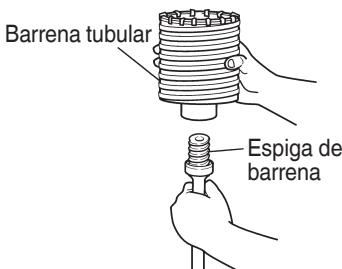

Fig. 16
### (1) Montar la barrena tubular en su espiga. (Fig. 16)